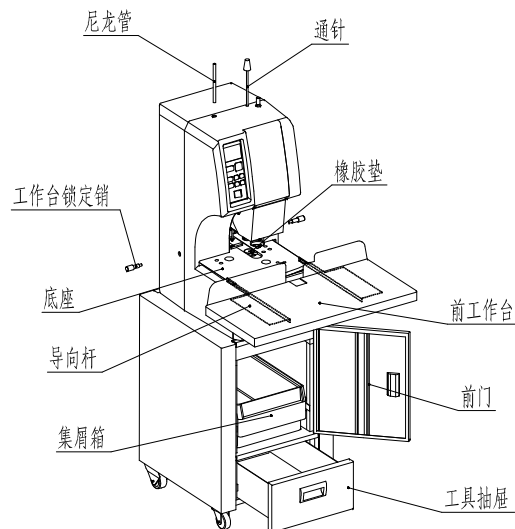

图2
- 2) 前工作台的装配位置如图2。
- 3) 通针、橡胶垫、尼龙管是本机的配件及耗材，其位置如图2。